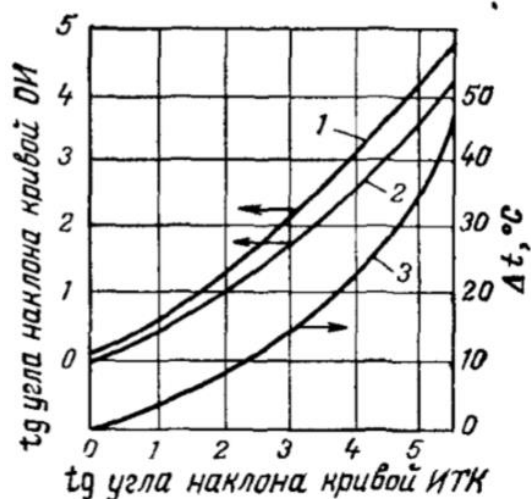

Рисунок 4 – График для построения кривых ОИ нефтяных фракций
- 1) Определяют  $tg \angle ИТК$ ; по графику (рисунок 4).
- 3) По кривой 3 (рисунок 4) определяют  $\Delta t$  – разность между 50%-ными точками на линиях ИТК и ОИ. Из  $tg \angle ОИ = 0,7$  следует, что  $\Delta t = 7 \text{ }^\circ\text{C}$ .